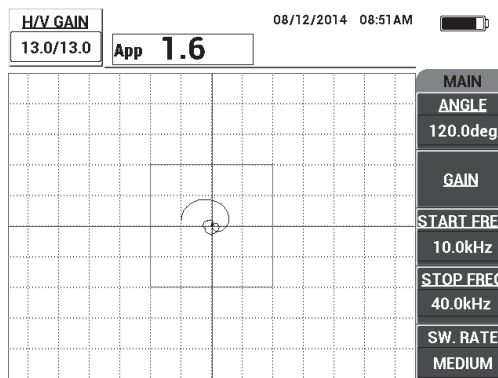

Figura 6-19 A figura da varredura entre duas divisões
2. Coloque a ponta da sonda em uma boa peça do padrão, pressione a tecla GAIN (**dB**) e, em seguida, use o botão para ajustar o ganho até a figura da varredura estar contida entre duas divisões dentro da caixa de alarme (veja Figura 6-19 na página 143).